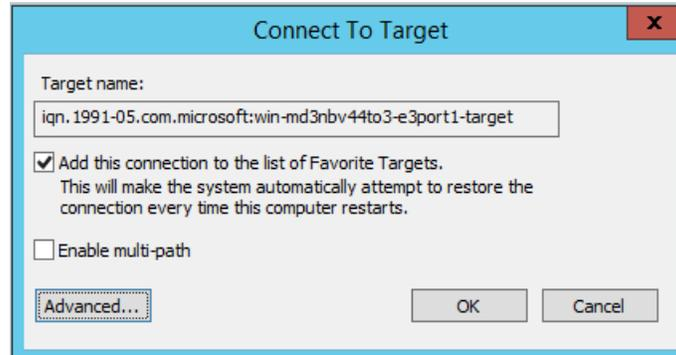

Abbildung 9-23. Mit Ziel verbinden – Dialogfeld
9. Klicken Sie im Dialogfeld „Connect To“ (Verbinden mit) (Abbildung 9-23) auf **Advanced** (Erweitert).